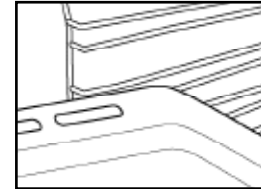

Fig. 2
2. Les autres accessoires, comme la lèche-frite et la plaque à pâtisserie, sont introduits de la même manière que la grille (Fig. 2).